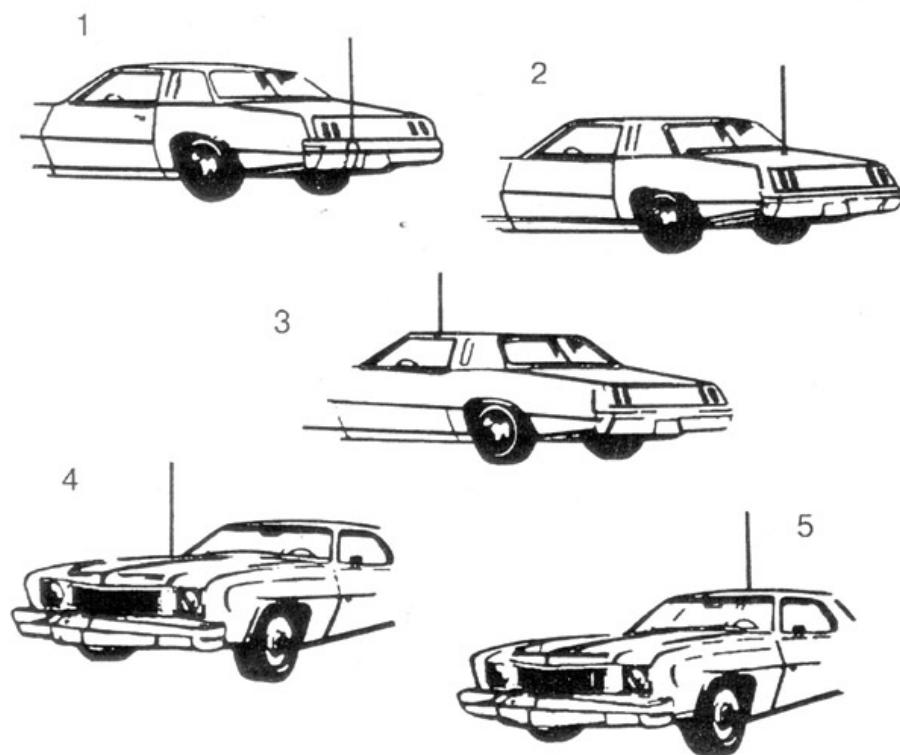

Рис. 3. Типичные места установки автомобильных antenn.
В общем случае имеются два типа antenn для мобильных Си-Би радиостанций - полноразмерный штырь длиной 1/4 волны (2,75 м) и укороченная согласованная штыревая antenna (от 0,5 до 1,9 м). Из-за большой длины полноразмерных antenn на автомобилях применяются, в основном, укороченные antennы длиной не менее 1,2 м, в различных конструктивных исполнениях с креплением через отверстие в крыше, на кронштейне за отбортовку водостока или на магнитном основании (см. рис. 3).
На рис. 3 показаны пять типичных мест установки автомобильной антенны: (1) задний бампер, (2) задняя крышка багажника, (3) отбортовка для стока воды, (4) капот, (5) крыша.